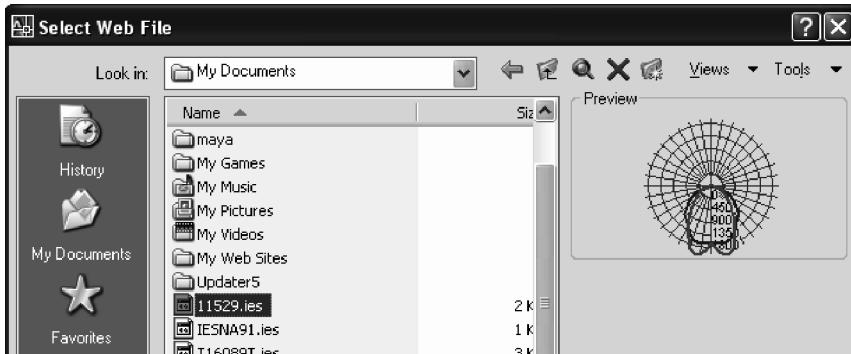

Fig. 8.28 Fereastra **Select Web File**
6. Din fereastra **Select Web File**, vezi Fig. 8.28, se selectează fișierul **IES**. Sursa de lumină va fi astfel modificată, în funcție de setările fotometrice din fișierul **IES**.